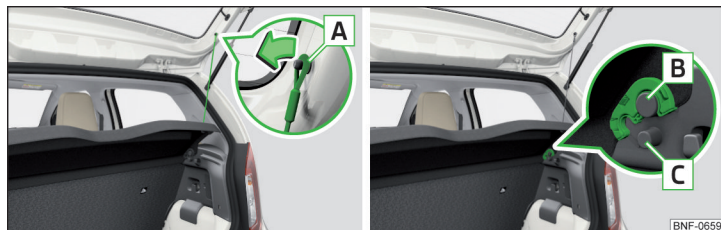

Bild 78 Demontera/montera bagagerumsskydd
När fästbanden **A** » bild 78 fästs på bagageluckan och denna öppnas, följer bagagerumsskyddet (nedan kallat skydd) med upp.
- Lås skyddet i fästena **C** » bild 78.
Skyddet lossnar från fästena **C** » bild 78.
- Haka loss fästbanden **A** på båda sidorna av bagageluckan i pilens riktning » bild 78.
- Lägg skyddet på fästena **B** » bild 78 och knacka upp till på skyddet för att låsa fast det i fästena.